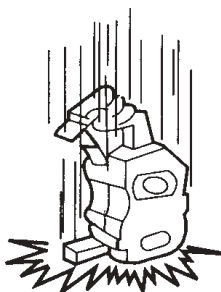

Fig. 2
- A unidade nunca deve ser submetida a pressões externas ou impactos (Fig. 2).